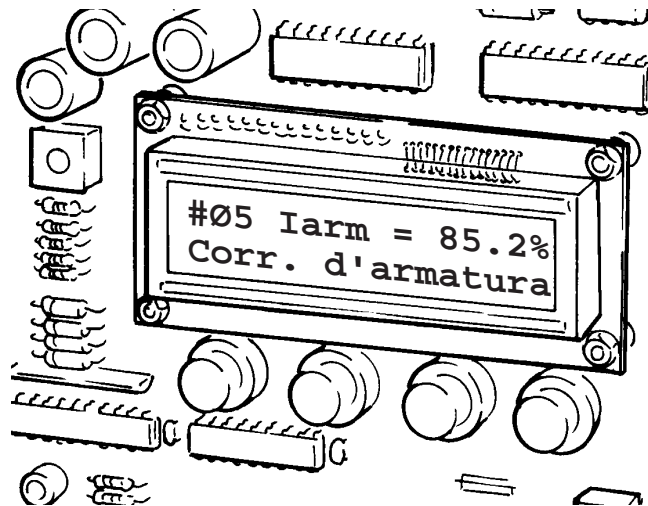

Abb. 13
Mit dem Stromrichter im Sperrzustand wegen Alarms hat das GLEICHZEITIGE Drücken der beiden Tasten INC und DEC an der Tastatur (siehe Abb. 13) dieselbe Wirkung wie das Schließen des RESET-Kontaktes.
Der Stromrichter ist mit einem Flüssigkristalldisplay mit 2 Zeilen x 16 Zeichen und 4 Tasten für die Eingabe bzw. Anzeige der Systemparameter sowie für die Anzeige der Alarmmeldungen ausgestattet. Die ersten 3 Zeichen oben links stehen für den Parameter bzw. den Alarmcode (siehe Abb. 13). Die Parameter sind fortlaufend von #00 bis #90 (**#89 bis zu Version 1.19 und #87 bis zu Version 1.17**) durchnummeriert; das Verzeichnis (mit der jeweiligen Bedeutung) ist weiter unten zu finden. Besonders zu beachten ist:
- RESET-FUNKTION: Wenn sich der Stromrichter aufgrund eines ausgelösten Alarms im Sperrzustand befindet, bewirkt das GLEICHZEITIGE DRÜCKEN der beiden Tasten INC und DEC an der Tastatur (siehe Abb. 13) dasselbe wie das Schließen des RESET-Kontakts an Klemme K1/27.